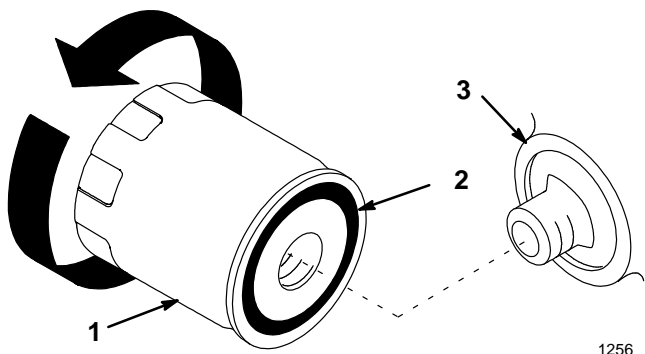

Abbildung 47
2. Den Hinterachsenfilter entfernen und die Dichtungsfläche des Filteradapters (Abb. 47) abwischen.
3. Eine dünne Schicht neues Öl auf die Gummidichtung am Austauschfilter geben (Abb. 47).
4. Den Austauschfilter am Filteradapter anbringen. Den Filter im Uhrzeigersinn drehen, bis die Gummidichtung den Filteradapter berührt. Dann den Filter um eine weitere 3/4 Umdrehung festziehen (Abb. 47).